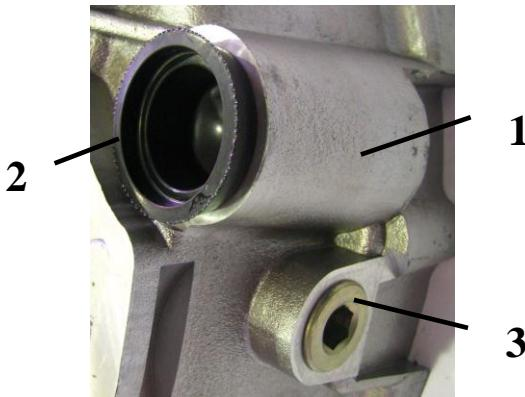

Рисунок 46. Пробки на картере маховика:
5. Вынуть пробку 2, расположенную на торце картера маховика 1 (рисунок 46) с левой стороны двигателя под компрессором пневмомоторов.